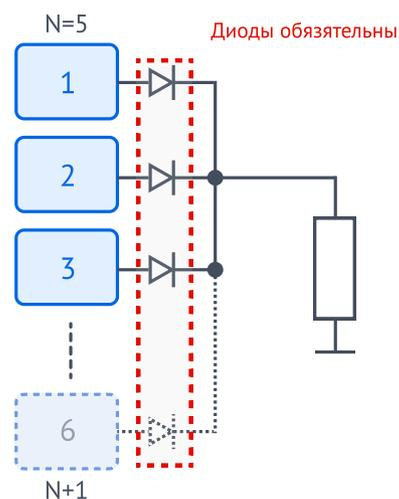

Рисунок 1 – Резервирование N+1
**N+1** представляет собой систему из N активных модулей, работающих параллельно и одного дополнительного (+1) резервного модуля (рисунок 1).